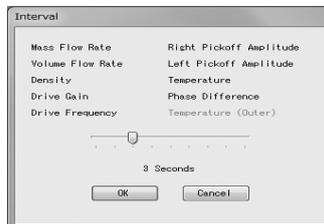

図22
- ② ツールバーの  ボタン、またはメニューの「Chart and Recording」-「Interval」をクリックすると図22のウィンドウが表示され、チャート表示の更新周期、ロギング周期を設定することができます。